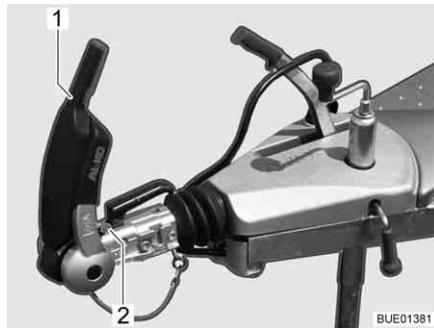

Fig. 184 Indicatore (guarnizioni di attrito davanti e dietro)
- Aprire la maniglia di stabilizzazione (Fig. 184,1).
Il controllo avviene mediante l'indicatore che si trova davanti alla maniglia del gancio (Fig. 184,2).